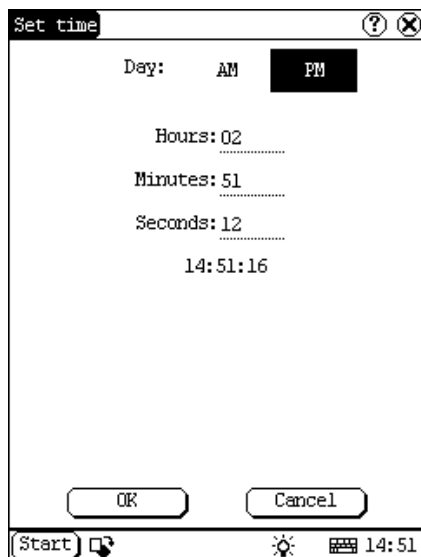

Рисунок 4-39
- 2) В интерфейсе Дата/Время нажмите кнопку [настройка времени], чтобы открыть интерфейс настройки времени. См. рисунок 4-39.